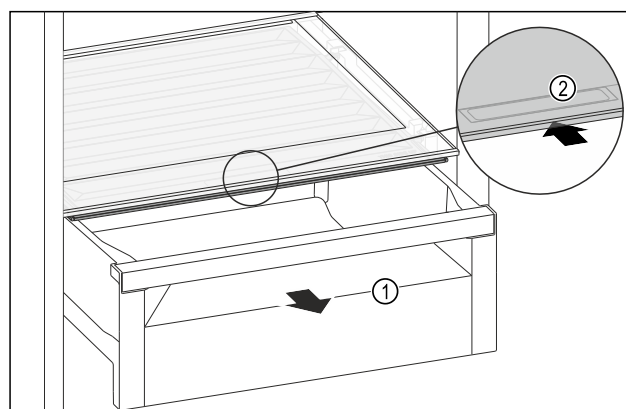

Fig. 74
- ▶ Schubfach Fig. 74 (1) herausziehen.
- ▶ Griffmulde Fig. 74 (2) am Fachdeckel anfassen und Fachdeckel gleichzeitig nach hinten schieben.